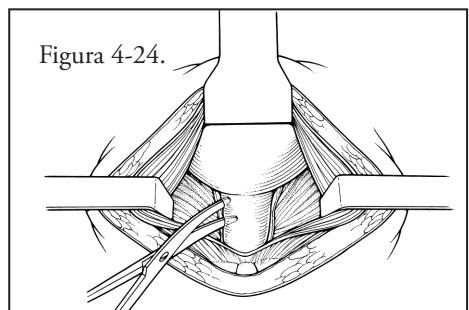

Figura 4-24.
1. Para iniciar la intervención, realice una incisión suprapúbica y corte en torno al cuello de la vejiga. (**Figura 4-24**)